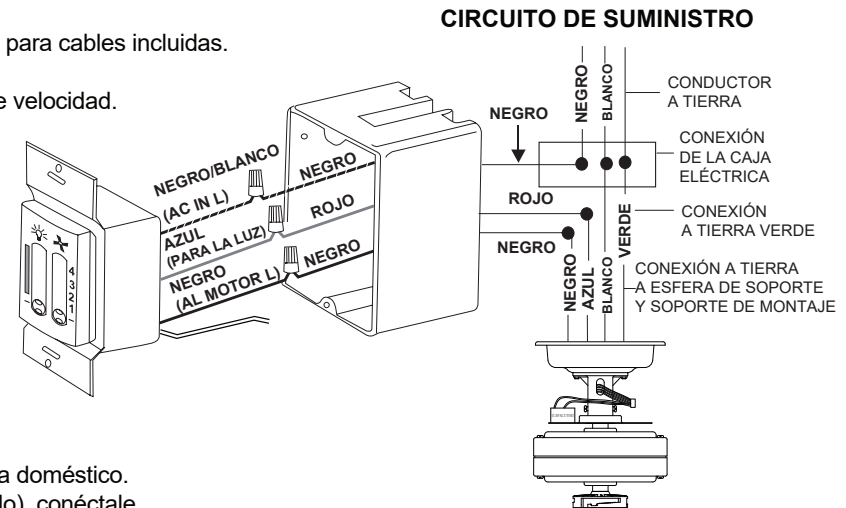

Fig. 7
**Paso 1.** Coloca la perilla de luz del control de pared en la posición y coloca la perilla de velocidad del control de pared en la posición de -. (**Fig. 7**).
**Paso 2.** Realiza las conexiones de los cables (**Fig. 7**) y fíjalos con las tuercas para cables incluidas.
El cable azul del ventilador se conecta al cable azul marcado "para la luz" del control de la luz a través de un cable rojo, como se muestra en la (**Fig. 7**).